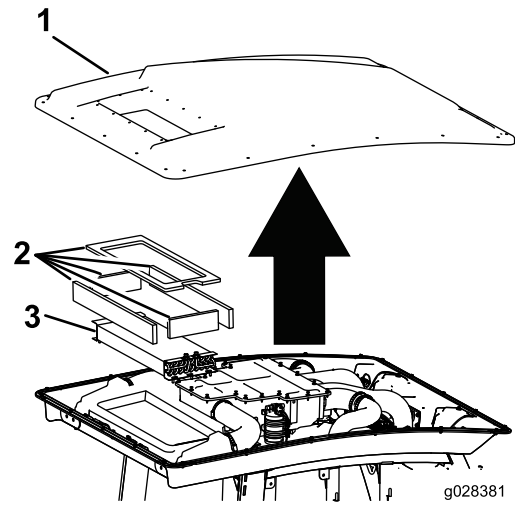

Figure 115
- Déposez le toit de la cabine en retirant les 22 boulons de fixation du toit (Figure 115).
- Déposez les filtres à air (Figure 115).
- Déposez et nettoyez les serpentins de climatisation (Figure 115).